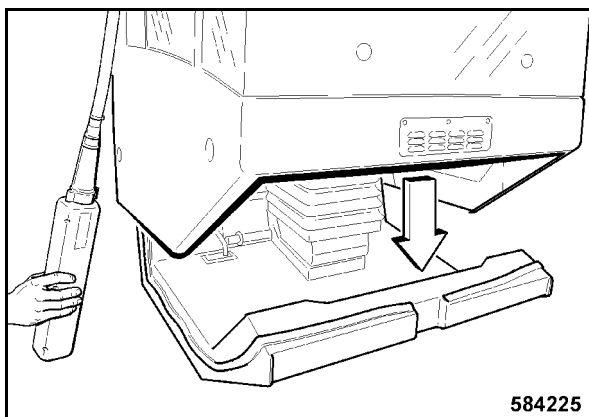

Bild 172
- Aseta ohjaamokoppi pystysuoraan hitaasti ohjaustilan päälle (Bild 172).